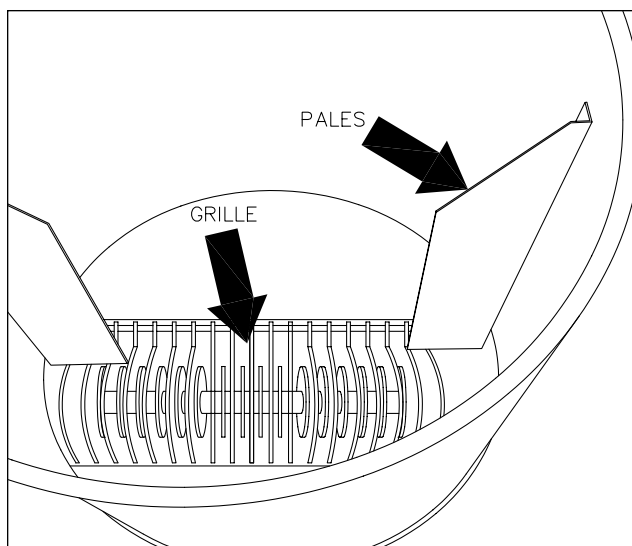

Fig. 11 Les pales
15. Engagez la commande de rotation de la cuve. Les pales à l'intérieur de la cuve vont entraîner les balles dans la rotation et ainsi les entraîner vers les couteaux en rotation. (figure 11)